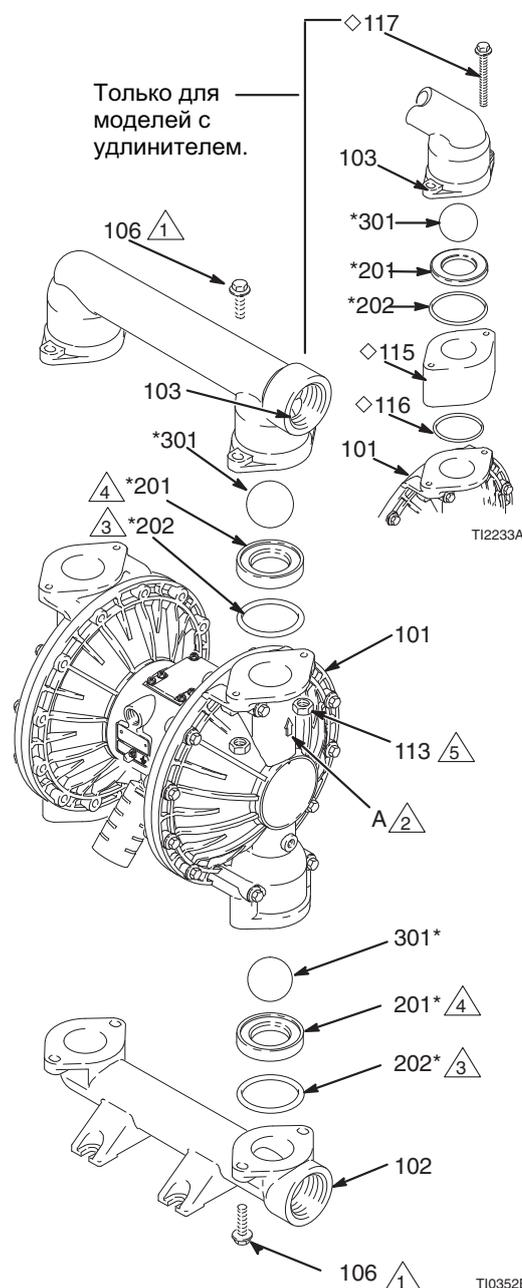

Рис. 10
**ПРИМЕЧАНИЕ.** Для обеспечения надлежащей посадки шаров (301) всегда заменяйте седла (201) при замене шаров.
**ПРИМЕЧАНИЕ.** (Вариант с удлинителем) Чтобы обеспечить надлежащее уплотнение удлинителя (115), всегда заменяйте уплотнительные кольца круглого сечения (116) при замене шариков.
3. С помощью торцевого ключа на 10 мм извлеките четыре винта (106), крепящих выпускной коллектор (103) к крышкам секции для жидкости (101). См. рис. 10.
4. Извлеките из коллектора седла (201), шары (301) и уплотнительные кольца (202).
**ПРИМЕЧАНИЕ.** В некоторых моделях уплотнительные кольца (202) не используются.
5. Переверните насос и снимите впускной коллектор (102). Извлеките седла (201), шары (301) и уплотнительные кольца (202) из крышек блока подачи жидкости (101).
2. Соберите в обратном порядке, соблюдая все примечания, указанные на Рис. 10. Убедитесь в том, что шаровые клапаны собраны в точном соответствии с изображениями. Стрелки (A) на крышках (101) секции подачи жидкости должны указывать на выпускной коллектор (103).